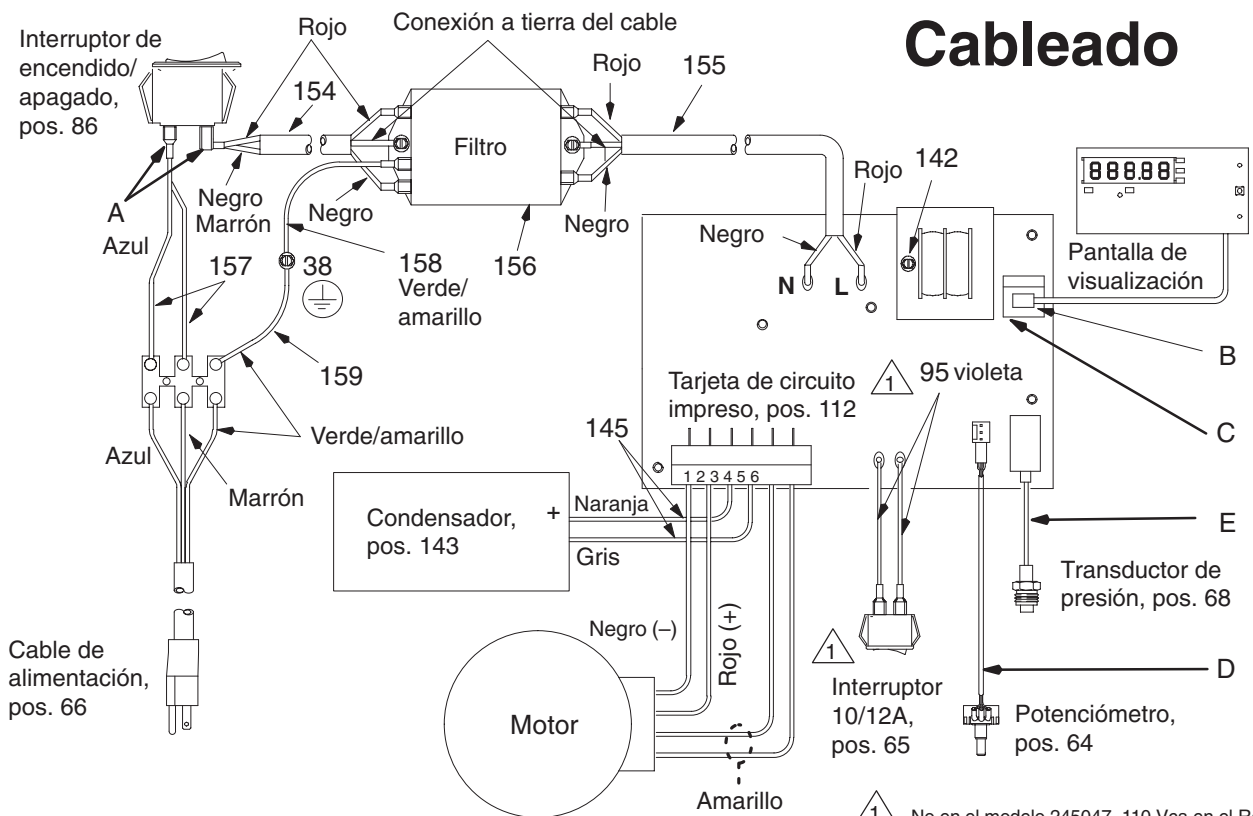

Fig. 8
3. Fig. 8. Retire los cuatro tornillos (60) y la tapa del dispositivo de control de la presión (49). Desenchufe el conector de la pantalla de visualización (B).
4. Saque los dos tornillos (108) y el panel de control (67).
5. Desconecte los cuatro cables (A) del interruptor de ENCENDIDO/APAGADO (86).
6. Apriete las lengüetas interiores del interruptor ENCENDIDO/APAGADO (86) y retírelo del panel de control (67).
7. Desconecte los dos cables (95) del interruptor 15/20A (65).
8. Apriete las lengüetas interiores del interruptor 15/20A (60) y retírelo del panel de control (67).